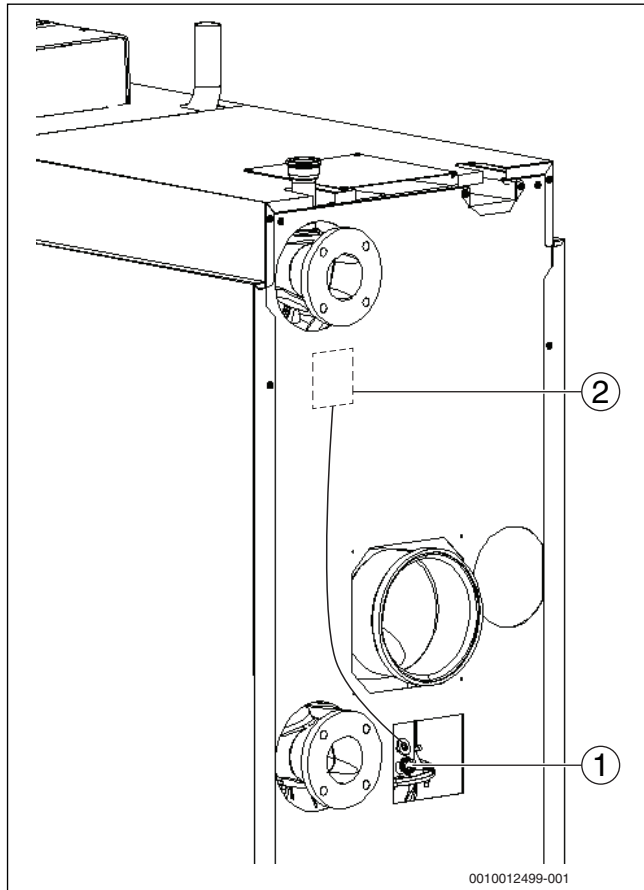

Рис. 29 Выполнение замеров (котлы 150-300 кВт)
- ▶ Введите измерительный датчик через отверстие для измерений в коллекторе дымовых газов (→ рис. 29, стр. 32), держите его в центре потока и проверьте содержание CO₂.
- ▶ Введите измерительный датчик через отверстие для измерений в дымовой трубе (→ рис. 29, стр. 32), держите его в центре потока и проверьте содержание CO₂.
- ▶ В точке проведения замеров на соединительном участке дымовой трубы котла (→ рис. 29 и 30) измерьте и внесите в протокол пуска в эксплуатацию следующие параметры (→ глава 17.6, стр. 70):